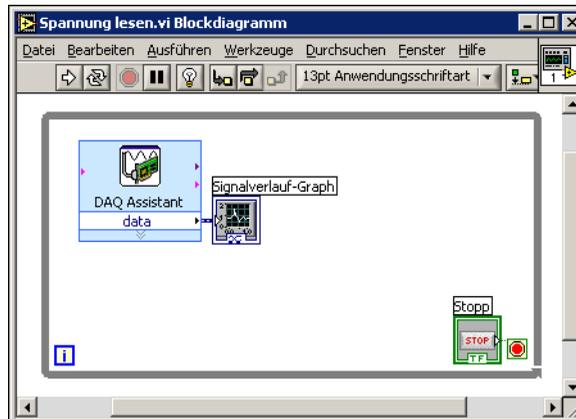

Abbildung 4-2. Das Blockdiagramm des VIs "Spannungssignale erfassen"
8. Platzieren Sie eine While-Schleife um das Express-VI "DAQ-Assistent" und den mit dessen Ausgang **data** verbundenen Signalverlauf-Graphen. Ihr Blockdiagramm sollte ungefähr aussehen wie Abbildung 4-2.